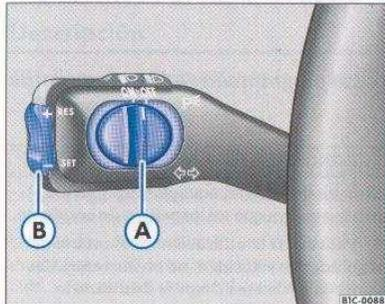

Fig. 71 Palanca de intermitentes y de luz de carretera: mando y tecla basculante para el regulador de velocidad
- Mueva el mando ⇒ fig. 71 (A) hacia la izquierda hasta la posición ON.